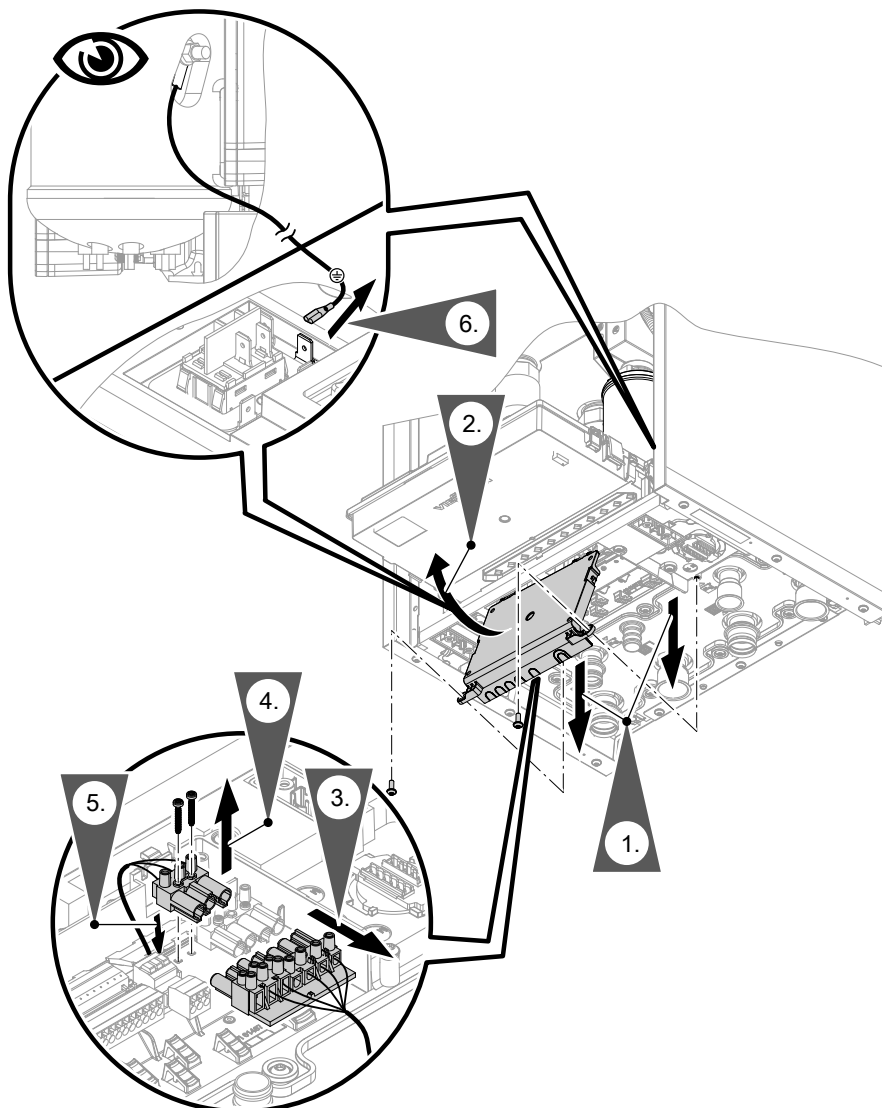

Fig. 77
- Ștecărul cablului de alimentare de la rețea: consultați capitolul „Racordarea la rețea a preparatorului instantaneu de agent termic” și fig. 77.